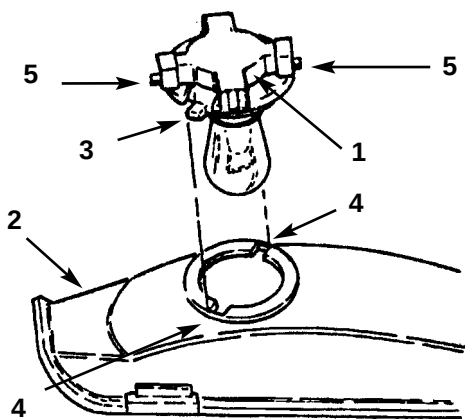

Figure 36
3. Tourner le porte-ampoule d $\frac{1}{4}$ de tour dans le sens horaire et le déposer du réflecteur (Fig. 36).